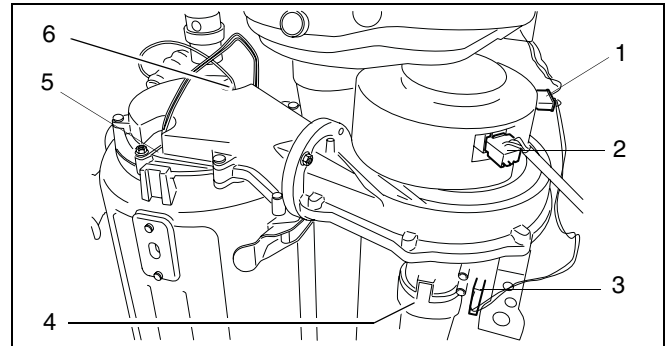

fig. 45 Stekkers loshalen
- Neem de stekkers (→ fig. 45, [1], [2] en [3]) van de gasluchtunit los.
- Demonteer de luchtaanzuigbuis van de gasluchtunit (→ fig. 45, [4]).
- Neem de stekkers van de ionisatiepen (→ fig. 45, [6]) en gloeiplug (→ fig. 45, [5]) los.
- Demonteer de gloeiplug (→ fig. 45, [1]) en ionisatiepen (→ fig. 45, [2]).